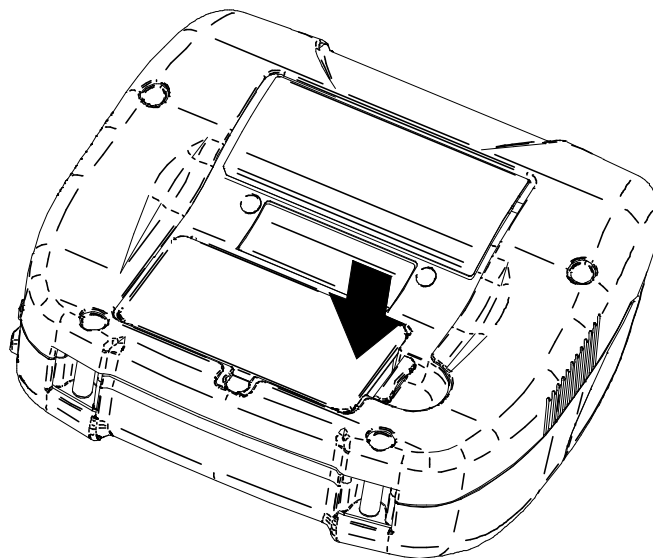

Abbildung 8-3 Einlegen des Akkupakets (3)
- (3) Drücken Sie die Nase „b“ des Akkupakets in Richtung des Pfeils in Abbildung 8-3, bis sie in der Nut „B“ des Druckers einrastet.